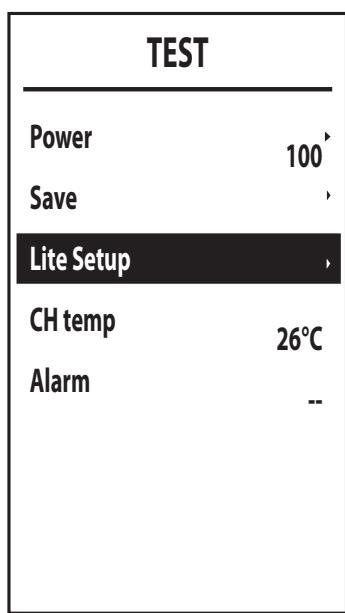

fig. 27
- Dans le menu **TEST** (voir fig. 27), sélectionner **Lite Setup**.